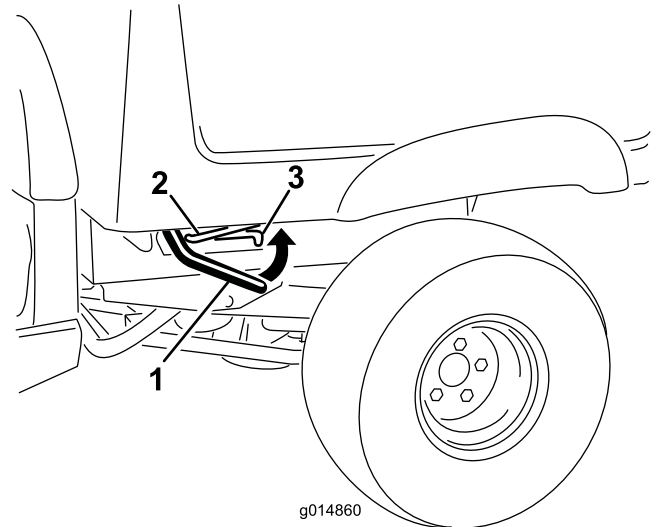

図 14
1. 荷台の右側または左側でレバーを引き上げ、荷台を持ち上げる（図 14）
2. プロップロッドを固定スロットにはめ込んで荷台を固定する（図 14）。